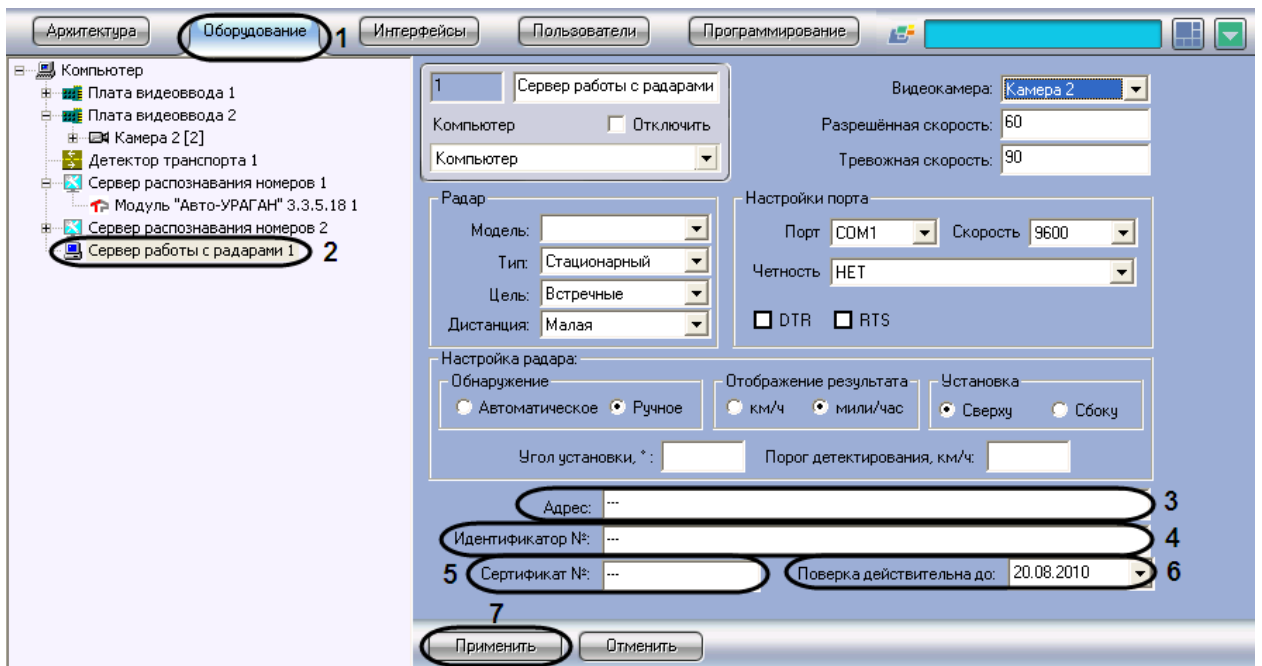

Рис. 7.3-14. Задание сведений об устройстве «Радар» для отображения в отчете о распознанном номере
1. В диалоговом окне «Настройка системы» перейти на вкладку «Оборудование» (см. Рис. 7.3-14, 1)
2. В дереве объектов на вкладке «Оборудование» выбрать объект «Сервер работы с радарными», соответствующий настраиваемому программному модулю «Радар» (см. Рис. 7.3-14, 2). В правой части вкладки «Оборудование» отобразится панель настройки выбранного объекта
3. В поле «Адрес» ввести адрес местонахождения устройства «Радар» (см. Рис. 7.3-14, 3)
4. В поле «Идентификатор №» ввести заводской идентификационный номер устройства «Радар» (см. Рис. 7.3-14, 4)
5. В поле «Сертификат №» ввести номер соответствующего устройству «Радар» сертификата (см. Рис. 7.3-14, 5)
6. Из раскрывающегося списка «Поверка действительно до» выбрать дату, до достижения которой действительна метрологическая поверка устройства «Радар» (см. Рис. 7.3-14, 6)
7. Нажать кнопку «Применить» (см. Рис. 7.3-14, 7)